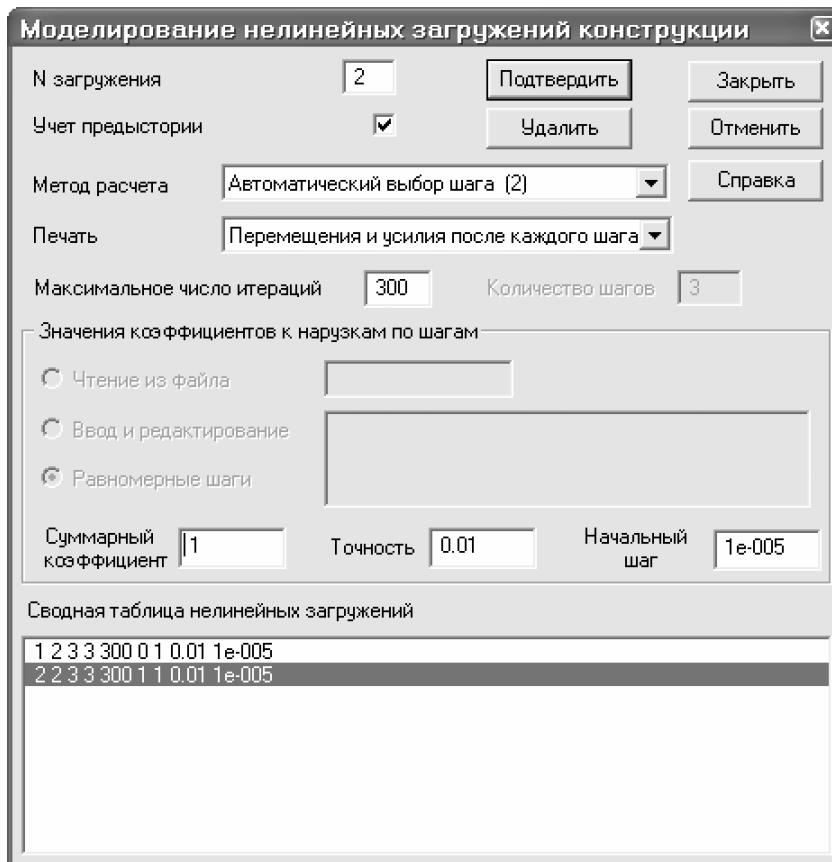

Рис.8.21. Диалоговое окно **Моделирование нелинейных загружений конструкции**
- С помощью меню **Нагрузки** ⇒ **Моделирование нелинейных загружений** вызовите диалоговое окно **Моделирование нелинейных загружений конструкции** (рис. 8.21), в котором задайте следующие параметры:
- Метод расчета – **Автоматический выбор шага (2)**;